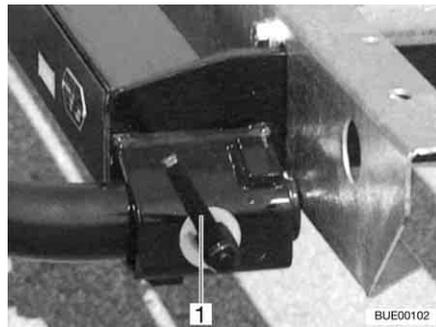

Fig. 7 Fecho rápido
- Encaixe o suporte à esquerda e à direita nos apoios existentes na armação e fixe-o com um fecho rápido (Fig. 7,1).
- Desaperte o fecho rápido (Fig. 7,1) e retire o suporte dos apoios existentes na armação.